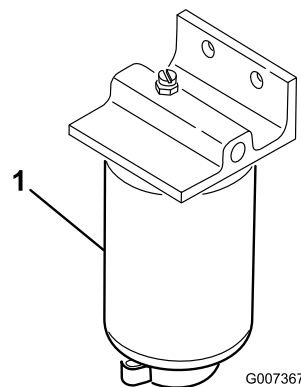

Figura 56
1. Mettete un contenitore pulito sotto il filtro del carburante (Figura 56).